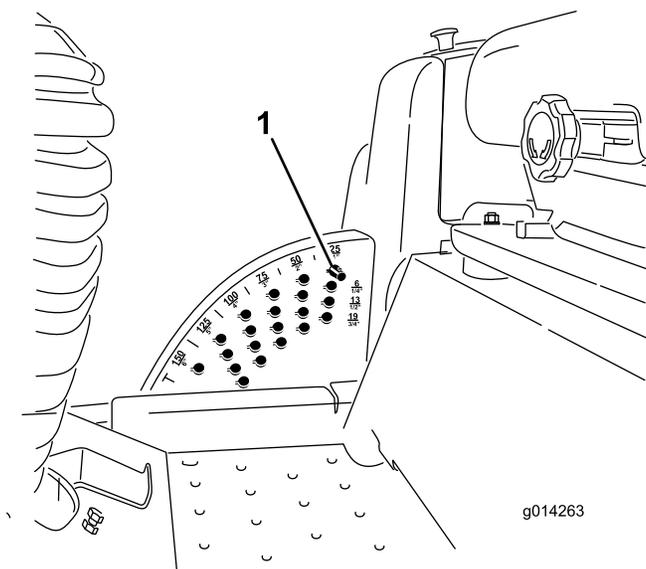

Figure 16
**Remarque:** Pour bloquer le plateau de coupe/l'accessoire en position relevée, levez le plateau au-delà de la position 15 cm, retirez la goupille de butée de hauteur de coupe (voir Réglage de la hauteur de coupe), et placez-la à la position 15 cm (Figure 16).
1. Lorsque le moteur tourne, repoussez la commande de relevage plateau de coupe en arrière jusqu'à ce que le plateau soit complètement relevé et **relâchez immédiatement la commande** (Figure 16).
2. Pour régler la hauteur de coupe, tournez la goupille de butée jusqu'à ce que la saillie s'aligne sur les fentes dans les trous du support de hauteur de coupe et déposez-la (Figure 16).
3. Placez la goupille dans le trou du support correspondant à la hauteur de coupe voulue et tournez-la pour la verrouiller en place (Figure 16).
**Remarque:** Il y a quatre rangées de trous (Figure 16). La première rangée donne la hauteur de coupe indiquée au-dessus de la goupille. La deuxième rangée donne la hauteur indiquée plus 6 mm. La troisième rangée donne la hauteur indiquée plus 12 mm. La dernière rangée donne la hauteur indiquée plus 18 mm. Un seul trou, situé dans la deuxième rangée, correspond à la hauteur 15,8 cm. Il n'ajoute pas 6 mm à la hauteur de 15,8 cm.